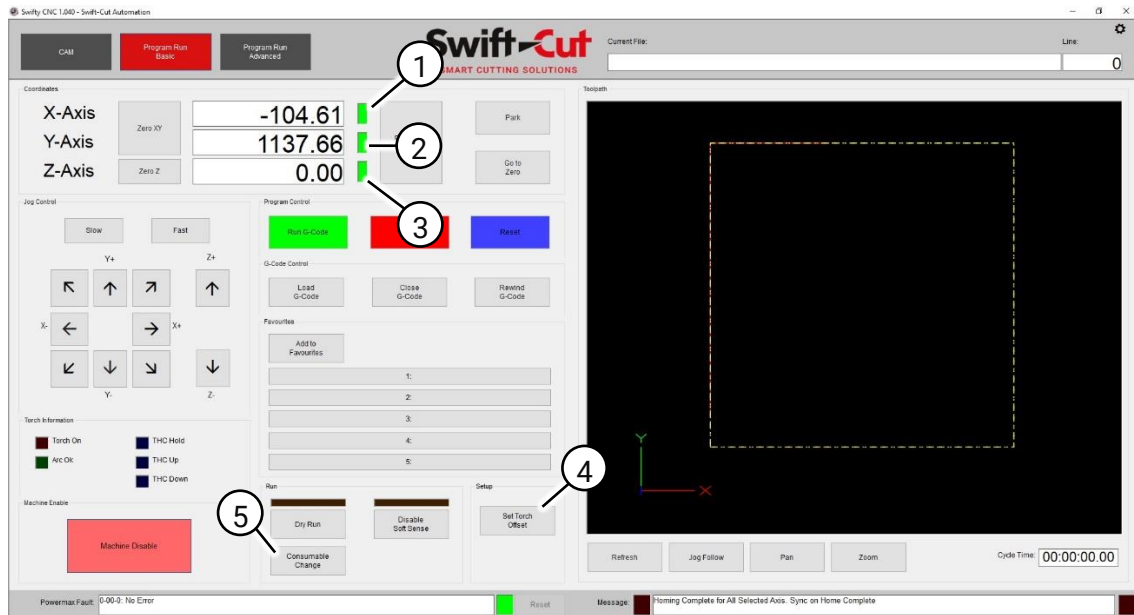

Fig. 65 Verklikkerlampen voor de X-, Y- en Z-as worden groen
5. De verklikkerlampen voor de X-, Y- en Z-as (Fig. 65 (1), (2) en (3)) worden groen zodra het nullen van de assen is voltooid.
1.1 Gebruik de tornknoppen (in het vak 'Jog Control') of de pijltoetsen van het numerieke toetsenbord van de laptop om de snijtoorts boven het materiaal te positioneren. Klik vervolgens op 'Set Torch Offset' (Fig. 65 (4)). Hiermee stelt u de afstand tussen de contactloze sensor en het uiteinde van de snijtoorts in.
2.1 Klik op 'Consumables Change' (Fig. 65 (5)).